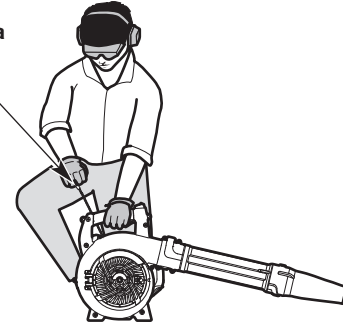

Fig. 7
**ADVERTENCIA:** Se debe evitar arrancar accidentalmente la unidad. A fin de evitar que se produzcan lesiones graves, el operador y la unidad deben estar en una posición estable cuando se jala la cuerda de arranque (Fig. 7).
4. Agacharse en la posición de arranque (Fig. 7).